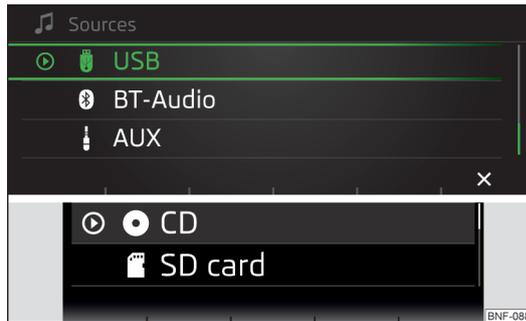

Fig. 103
- ▶ Pulsar la tecla de función [M]. Seleccionar con el potenciómetro [◀] la fuente de audio » fig. 103 y elegir la carpeta/título deseado.